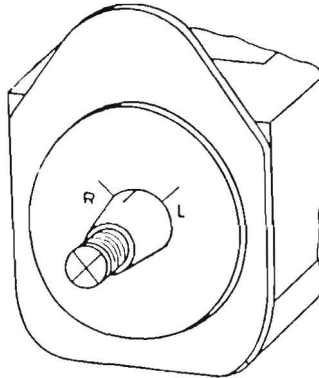

Bild 16 Richtiges Einstellen der Einspritzpumpe zum Motor
3.7 Einstellen der Pumpe zum Motor (Bild 16)
5.3 Reinigung des Ölfilters (Bild 16)